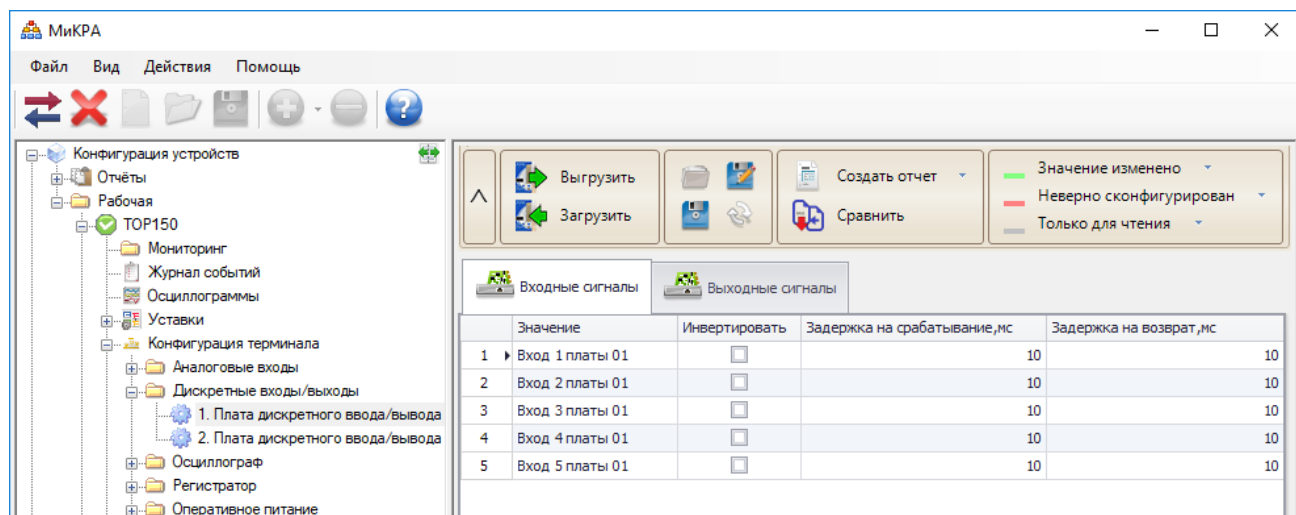

Рисунок 2.2 – Настройка срабатывания и возврата дискретных входов
2.2.6.6 Времена срабатывания и возврата каждой входной дискретной цепи регулируются в диапазоне от 0 до 60 мс с шагом 1 мс с помощью сервисного ПО «МиКРА» в меню «Конфигурация терминала/Дискретные входы-выходы/Конфигурация плат ввода-вывода» (рисунок 2.2).